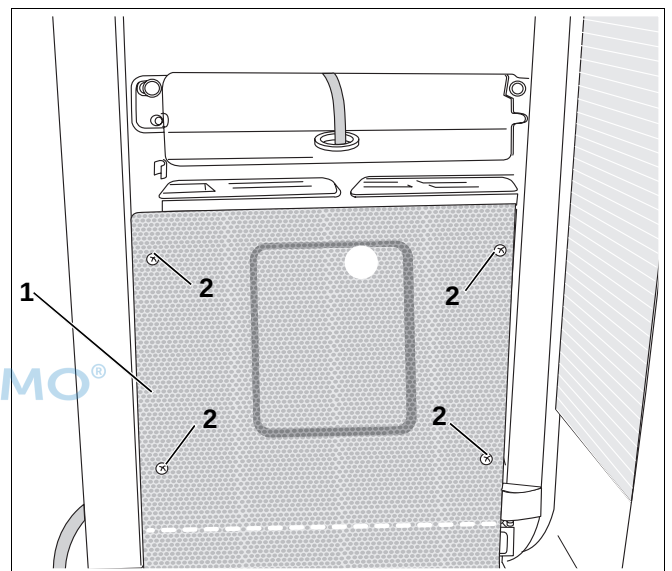

Abb. 38 Lochblech montieren
- Lochblech (Abb. 38, **Pos. 1**) mit den 4 Schrauben (Abb. 38, **Pos. 2**) an der Frontplatte befestigen.
- Das Lochblech (Abb. 38, **Pos. 1**) können Sie erst nach der Inbetriebnahme installieren.
Wenn die Nischenrahmen nicht montiert wurde, müssen Sie den unteren Teil des Lochblechs (Abb. 38, **Pos. 1**) an der Perforation (Abb. 38, **Pos. 3**) abschneiden.